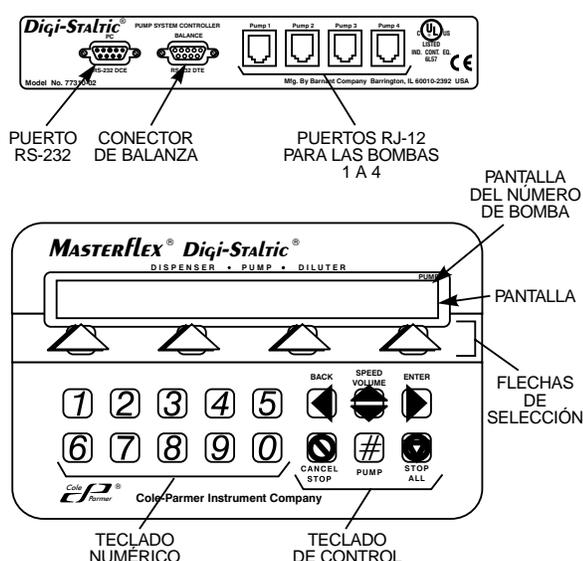
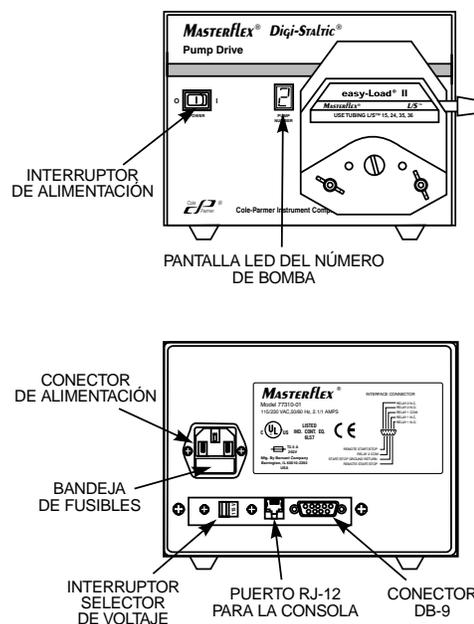

Figura 2. Consola de control
Figura 3. Controles, conectores e indicadores del mando de la bomba
Todos los controles, conectores e indicadores de la consola de control se muestran en la Figura 2. Todos los conectores están ubicados en el panel trasero. La Figura 3 muestra un mando de bomba, con el interruptor de alimentación y pantalla en la parte delantera, y los conectores en la parte trasera. La Tabla 2 indica todos los controles e indicadores del operador.
El sistema puede encenderse después de conectar debidamente la consola de control y los mandos de las bombas y de que estén enchufados a una fuente de CA. Consulte la Figura 2, y ponga el interruptor de alimentación de uno de los mandos de bomba en la posición de encendido (I). El número de la bomba aparece en la pantalla LED. La pantalla de bienvenida aparece en la consola de control.